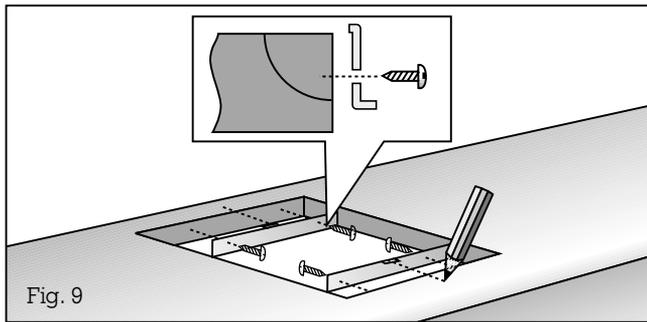

Fig. 9
– **Repérez avec précision le milieu de la découpe.** Fixez le rail de fixation sur les bords avant et arrière de la découpe. Vérifiez que les ergots des rails de fixation reposent sur le plan de travail et que la marque du milieu du rail coïncide exactement avec la marque du milieu du plan de travail (fig. 9).